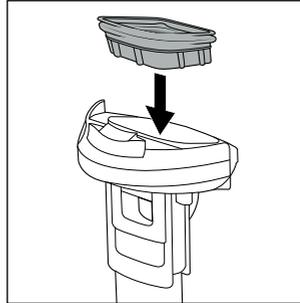

Fig. 28
- ◆ După ce componentele s-au uscat, puneți filtrul de murdărie **10** înapoi în capacul rezervorului de apă murdară **9** (a se vedea fig. 28).